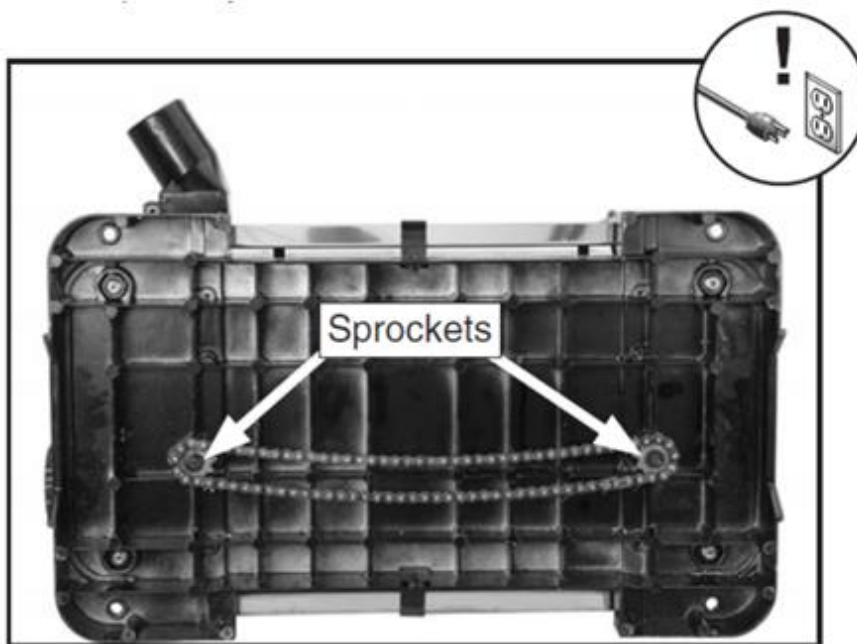

Рисунок 36. Цепь и звездочки по высоте передней бабки открыты для смазки.
2. Осторожно наклоните стаок на бок (см. рис. 36), чтобы обнажить цепь.